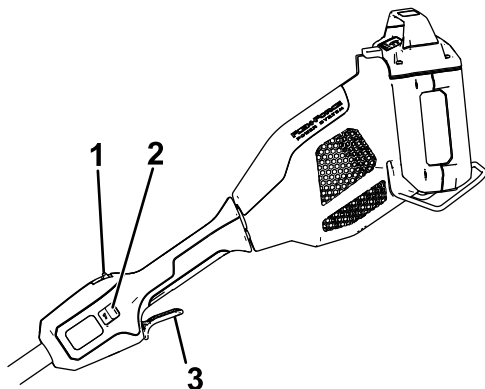

Figura 7
4. Para arrancar el accesorio, presione el botón de bloqueo y apriete el gatillo de accionamiento (**Figura 7**).